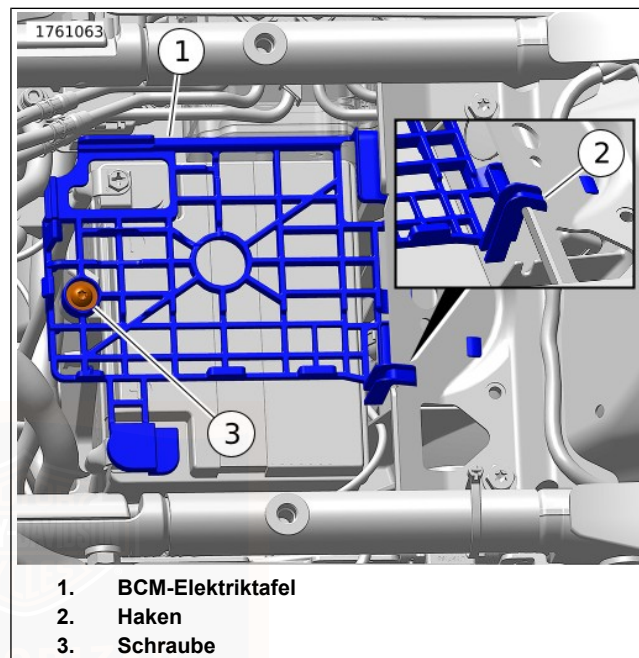

Abbildung 136. Ausbau/Einbau der BCM-Elektriktafel
9. Siehe Abbildung 136. Die Schraube (3) und die BCM-Elektrihtafel (1) entfernen.
7. Siehe Abbildung 136. Die BCM-Elektriktafel (1) einbauen. Sicherstellen, dass der Haken (2) oben an der Rahmenlasche einhakt.
8. Die Schraube (3) anbringen. Festziehen.